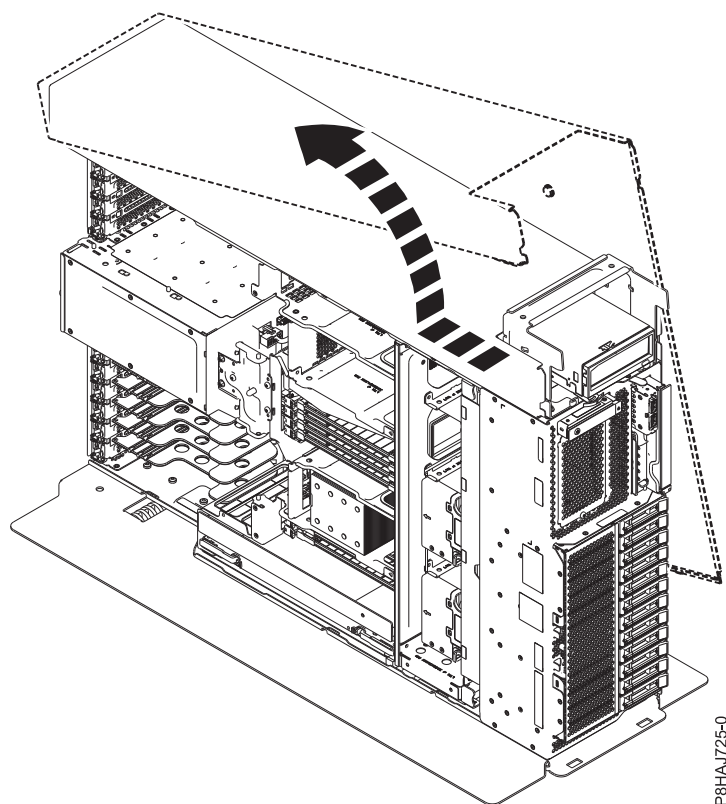

Figura 101. Extracció de la coberta lateral model 8286-41A
5. Feu lliscar la coberta lateral fins que surti del sistema en la direcció que es mostra a la Figura 101.